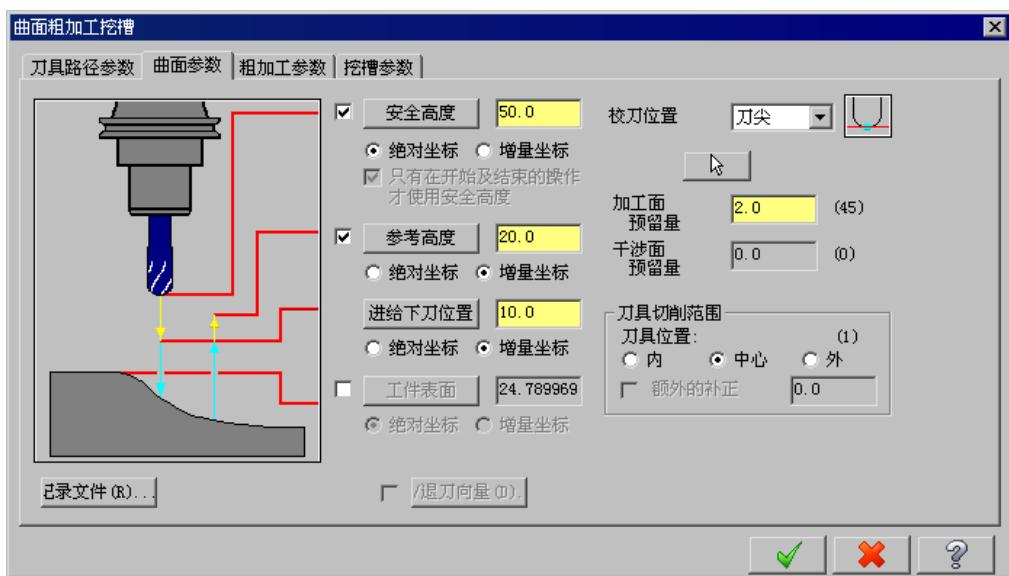

图 17.7 “曲面参数”选项卡
(4) 设置冷却方式。在 **参数** 选项卡中单击 **Coolant...** 按钮, 系统弹出“Coolant...”对话框, 在 **Flood** (切削液) 下拉列表中选择 **On** 选项。单击该对话框中的 按钮, 关闭“Coolant...”对话框。
Step7. 设置曲面参数。在“曲面粗加工挖槽”对话框中单击 **曲面参数** 选项卡, 设置图 17.7 所示的参数。